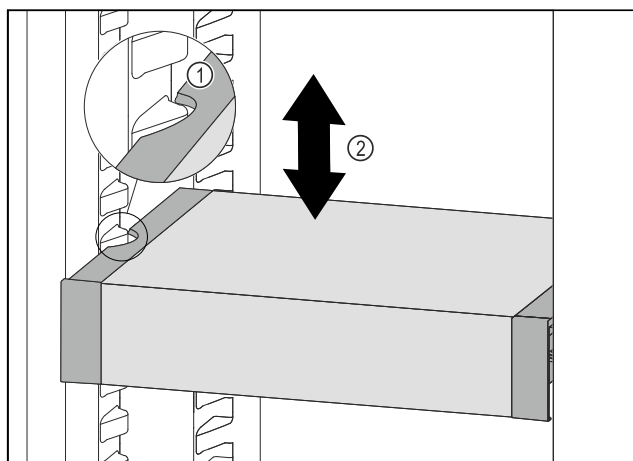

Fig. 84
- Tirare VarioSafe in avanti fino a quando le cavità laterali di VarioSafe non si trovano al livello della nervatura del contenitore nel vano frigorifero. Fig. 84 (1)
- Spostare VarioSafe verso l'alto o verso il basso nel vano frigorifero fino a raggiungere l'altezza desiderata. Fig. 84 (2)